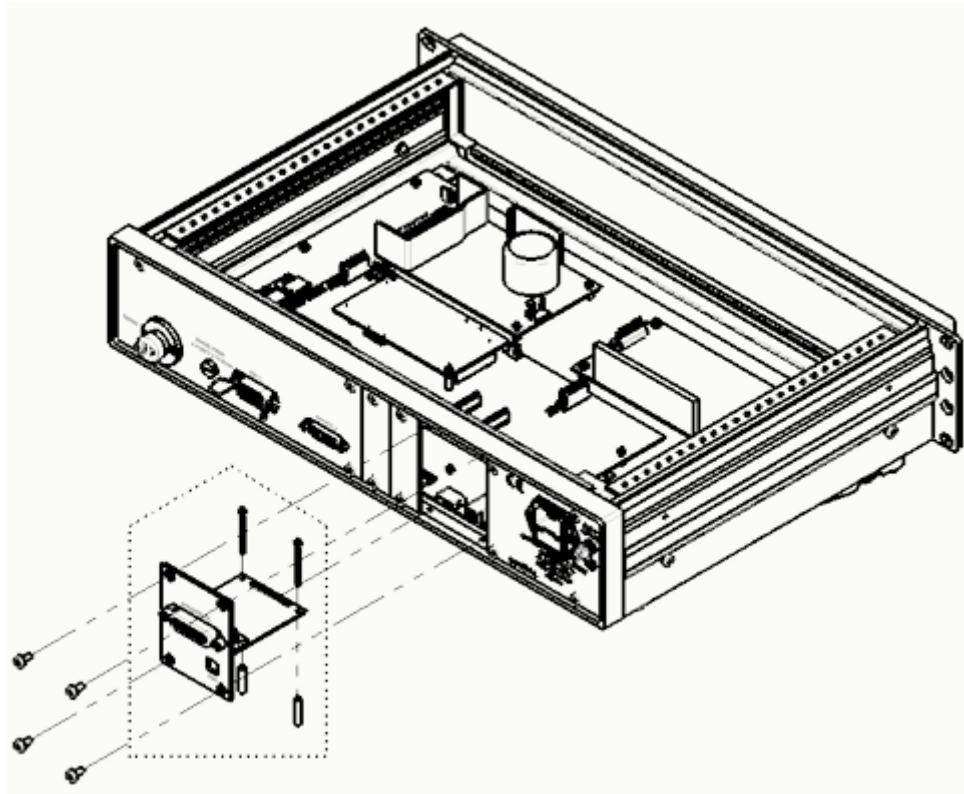

Bild 8–10 GPIB-Kartenmontage
1. Phillips-Kopfschrauben beidseitig der DSP7000-Controllerabdeckung wie auf *Bild 8–1 DSP7000-Abdeckung* illustriert abschrauben und Abdeckung entfernen.
3. GPIB-Karte wie auf *Bild 8–10 GPIB-Kartenmontage* dargestellt einstecken, wobei sichergestellt werden muss, dass sich die GPIB-Kartenkomponenten links befinden.